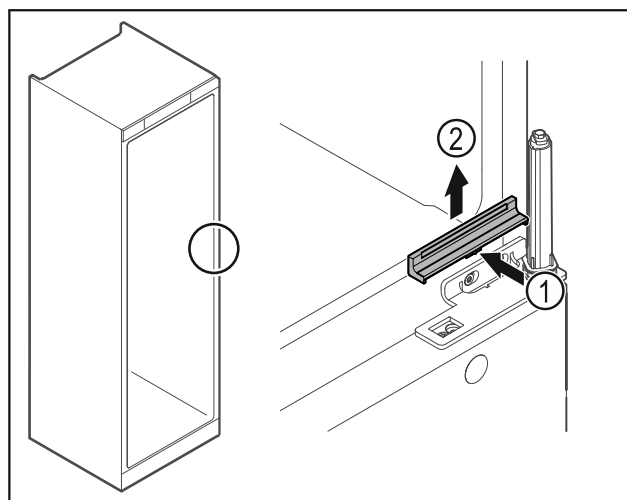

Fig. 26
- ▶ Apăsați apărațoarea Fig. 26 (1) ușor în centru și detașați-o în sus Fig. 26 (2).